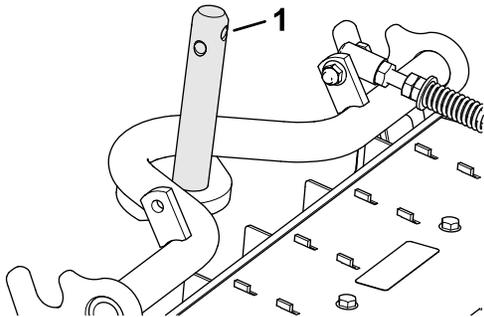

Figura 8
4. Revista o veio da estrutura de suporte com massa lubrificante limpa (**Figura 8**).